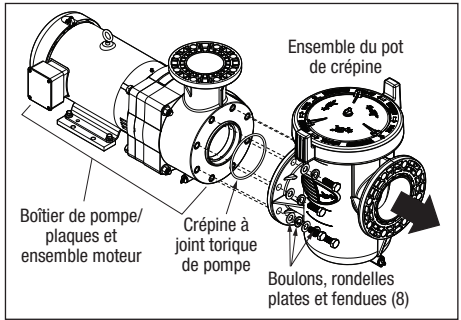
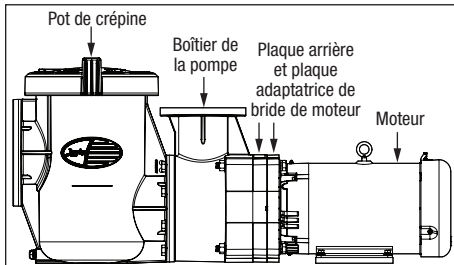

Figure 12. Retirer le pot de crépine de l'ensemble de pompe
Figure 11. Pompe JCP avec ensemble pot de crépine
5. À l'aide d'une clé de 15/16 po, desserrer les huit (8) vis hexagonales de 5/8 po fixant l'ensemble du pot de crépine au corps de pompe / moteur. Voir les Figure 11 et Figure 12.
6. Tirer l'ensemble de la crépine vers l'avant depuis l'ensemble boîtier de pompe / plaques / moteur, comme illustré à la Figure 12.
7. Retirer la crépine du joint torique de la pompe à l'avant du boîtier de la pompe. Reportez-vous à la Figure 12.